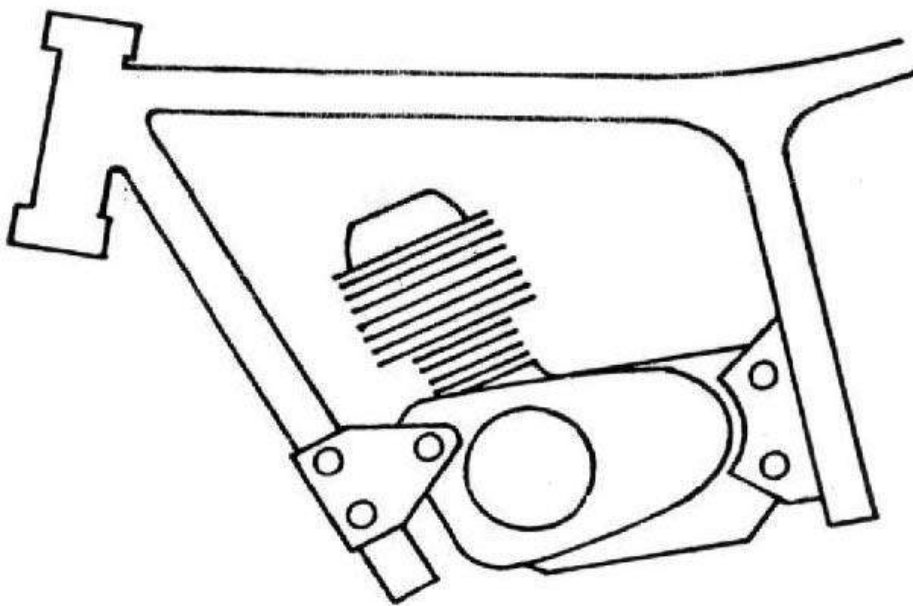

Fig. 6
• **baseado nos motores** – sua constituição baseia-se mais no alojamento do motor do que no restante da estrutura da motocicleta. Seu custo de fabricação é pequeno. Às vezes, apresenta graves defeitos, como envergar-se e quebrar-se, pois utiliza o motor como peça auxiliar; exige especial cuidado quanto aos parafusos, que devem ser reapertados constantemente (fig. 6).